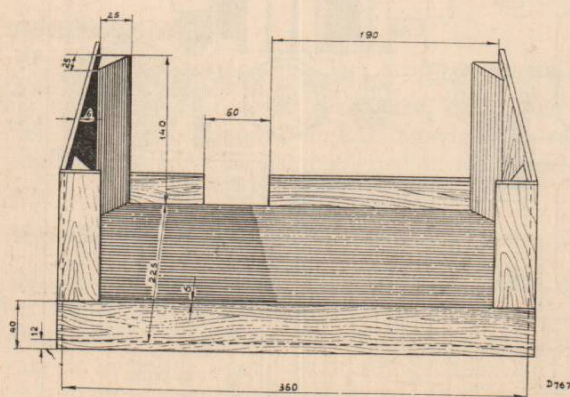

Fig. 1
2. Plaats het chassis nooit op de kop, maar gebruik bij reparatie een montagebankje (fig. 1 Codenr. 09.990.970) of zet het op een der korte zijkanen. Een deuk in een der spoelbussen zou de zelfinductie van de spoel beïnvloeden.